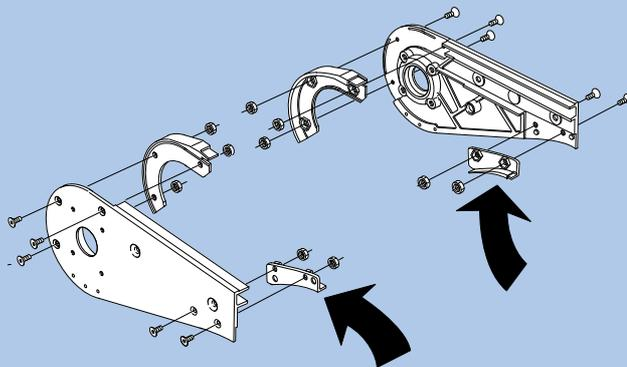

Figure 1. Guides de chaîne remplaçables.
- Guides séparés, démontables, en plastique (Figure 1).